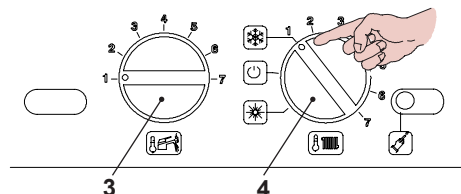

Fig. 2.3
- Ruotate il selettore 4 come in Fig. 2.3.